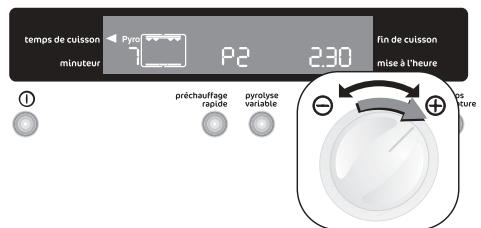

Fig. 21
4. Le voyant "Temps de cuisson"  clignote. Pendant ce temps, tournez la commande **TEMPERATURE/TEMPS** jusqu'à la position  pour sélectionner la position **Pyrolyse 1 (P 1)** ou **Pyrolyse 2 (P 2)** (Fig. 21).